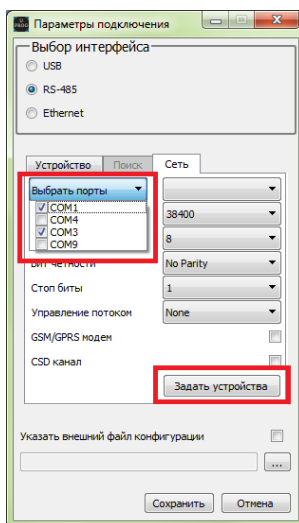

Рисунок 2.2.3 - Окно параметров подключения. Вкладка "Сеть"
- 2) Выбрать в окне "Параметры подключения" вкладку "Сеть" (Рисунок 2.2.3);